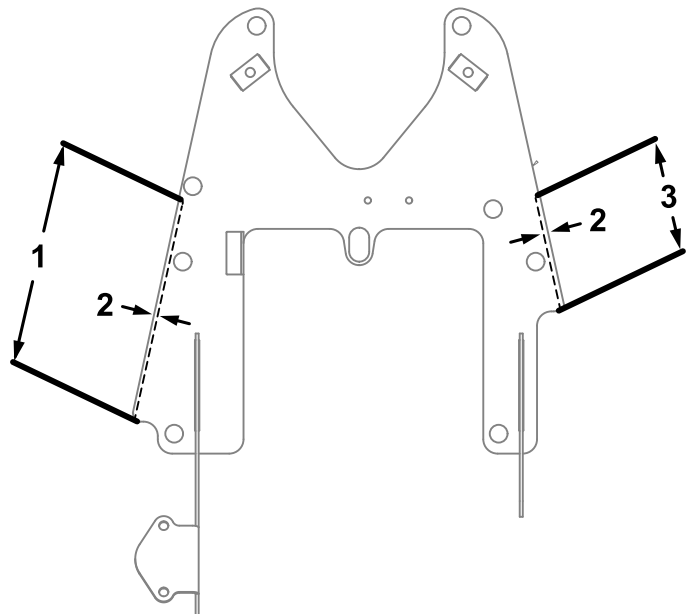

图6
- 对于 Greensmaster 3300 或 3320 机器：请参阅图6。